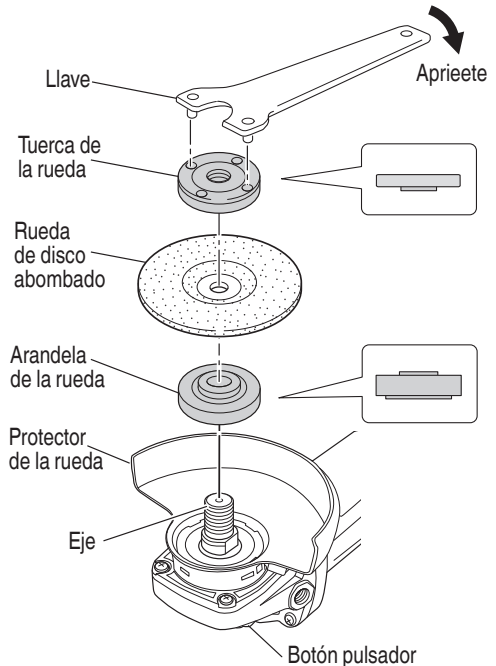

Fig. 6
Cerciórese de que el botón pulsador esté desenganchado presionándolo dos o tres veces antes de conectar la alimentación de la amoladora. (Fig. 6)
- (1) Dé la vuelta a la amoladora de forma que el eje quede encarado hacia arriba.
- (2) Alinee la muesca ovalada de la arandela de la rueda con la musca del eje, y después fíjelas.
- (3) Fije la parte saliente de la rueda de disco abombado en la arandela de la rueda.
- (4) Atornille la rueda en el eje.
- (5) Presionando el botón pulsador con una mano, bloquee el eje girando lentamente la rueda de disco abombado con la otra mano. Apriete la tuerca de la rueda utilizando la llave suministrada como se muestra en la Fig. 6.